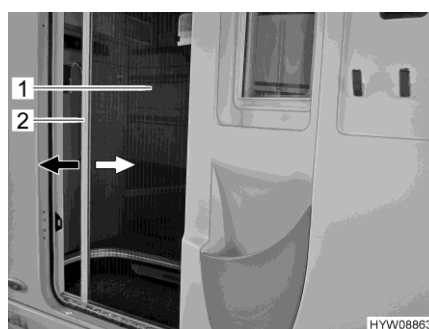

Fig. 32 Moustiquaire (porte cellule)
- Saisir la barre-poignée (Fig. 32,2) avec les deux mains et tirer la moustiquaire (Fig. 32,1) de manière régulière en dehors de son logement dans la porte.
- Saisir la barre-poignée (Fig. 32,2) avec les deux mains et repousser la moustiquaire (Fig. 32,1) d'une légère pression dans son logement dans la porte.